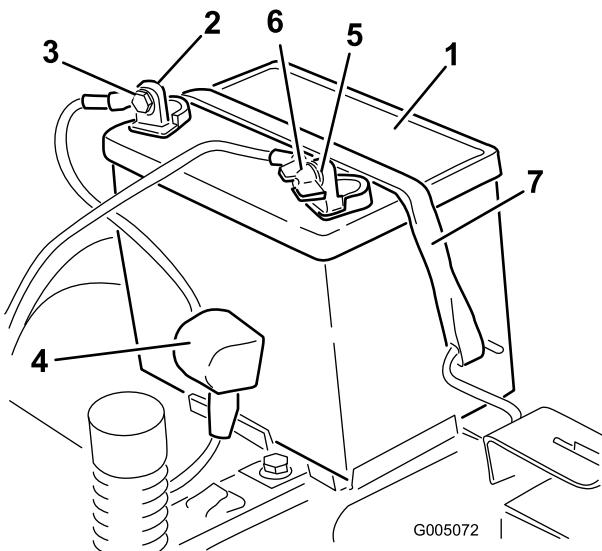

Figura 42
4. Desconecte el cable negativo de tierra (negro) del borne de la batería (Figura 42). Guarde todos los herrajes.
5. Deslice hacia arriba la cubierta de goma del cable positivo (rojo). Desconecte el cable positivo (rojo) del borne de la batería (Figura 42). Guarde todos los herrajes.
6. Retire la correa de sujeción de la batería (Figura 42) y levante la batería para retirarla de su bandeja.
1. Coloque la batería en la bandeja (Figura 42).
5. Fije la batería con la correa de sujeción (Figura 42).